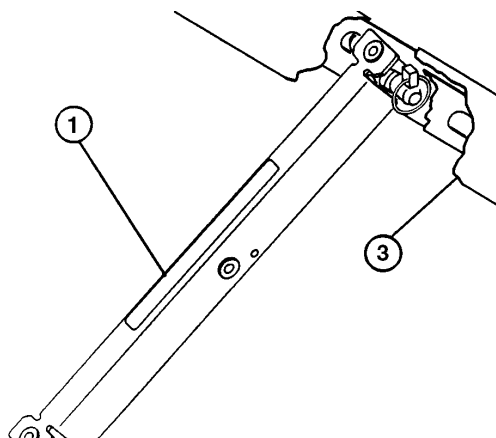

Fig. 11
- C. Tryk ladets sikkerhedsstiver på cylinderstangen og sørg for, at stiverens endefløj hviler på enden af cylinderhuset og på cylinderstangens ende (Fig. 11).